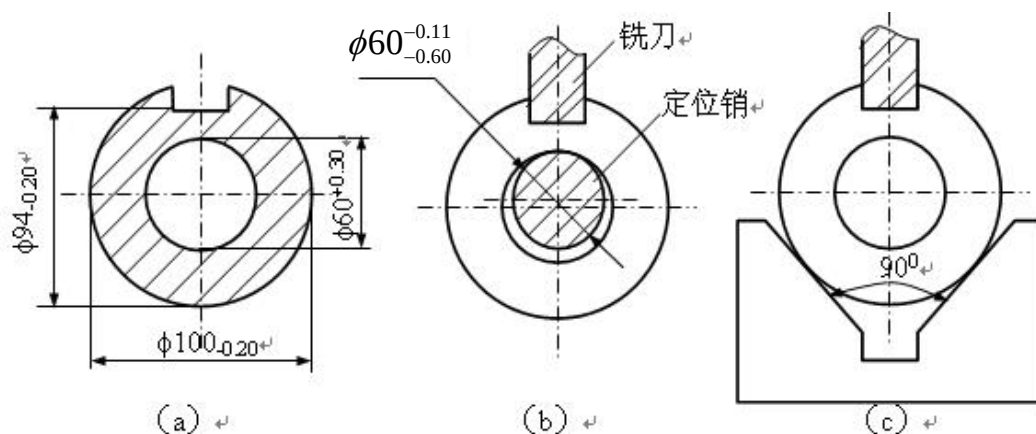

图 2
2. 图 2(a)所示套类工件铣键槽，要求保证尺寸 $94_{-0.20}^0$ ，分别采用图(b)所示的定位销定位方案（定位销水平放置）和图(c)所示的 V 形槽定位方案，分别计算定位误差。这两种定位方案是否能满足工序加工要求？